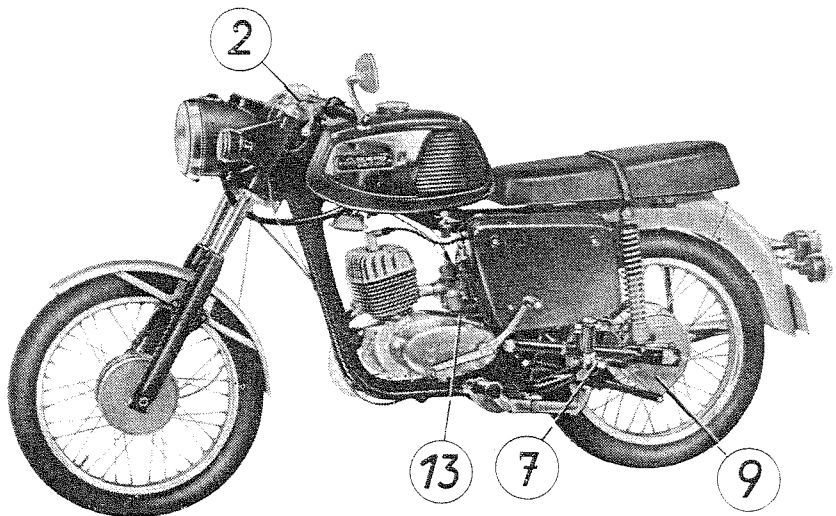

Fig. 43. Points de graissage
2. Lubrifier tous les points de graissage (voir le plan de graissage, fig. 43 et 44 ou 45 et 46).
**Plan de graissage pour la TS 125, TS 150 (fig. 43 et 44)**